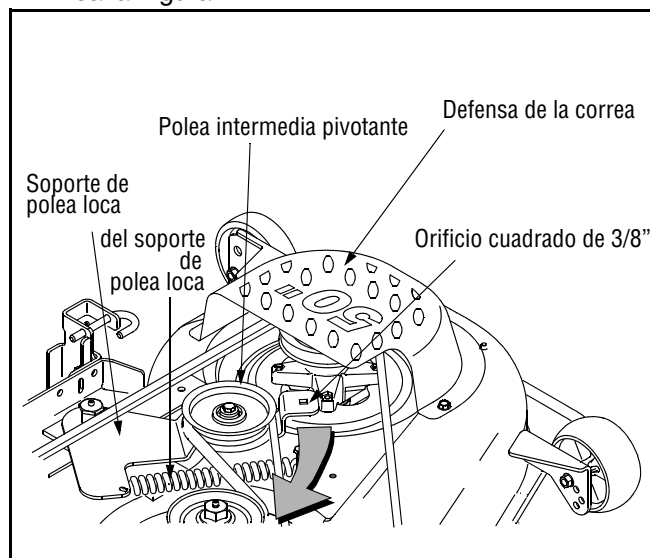

Figura 21
- Para facilitar el retiro de la correa en otros momentos, afloje, pero no saque, el perno que fija la polea loca pivotante a la ménsula intermedia. Vea la Figura 21.
- Inserte una llave de trinquete de 3/8" (configurada para *apretar* Modelo SLT 1550 o configurada para *aflojar* Modelo SLT 1554) dentro del orificio cuadrado que se encuentra en la ménsula intermedia, del lado izquierdo de la superficie de la plataforma. Vea la Figura 21. (Modelo SLT 1550) o Figura 22 (Modelo SLT 1554).